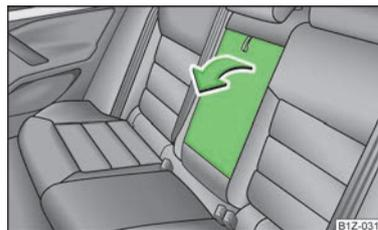

Fig. 48
- El apoyabrazos se puede abatir hacia abajo con el lazo para un aumento del confort » fig. 48.